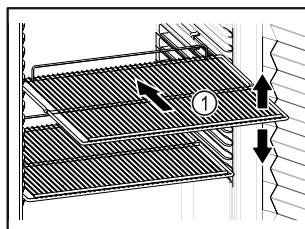

Fig. 64 Representación a modo de ejemplo
- Si los estantes de rejilla Fig. 64 (1) se pueden colocar en distintas posiciones, ajustarlos en altura.